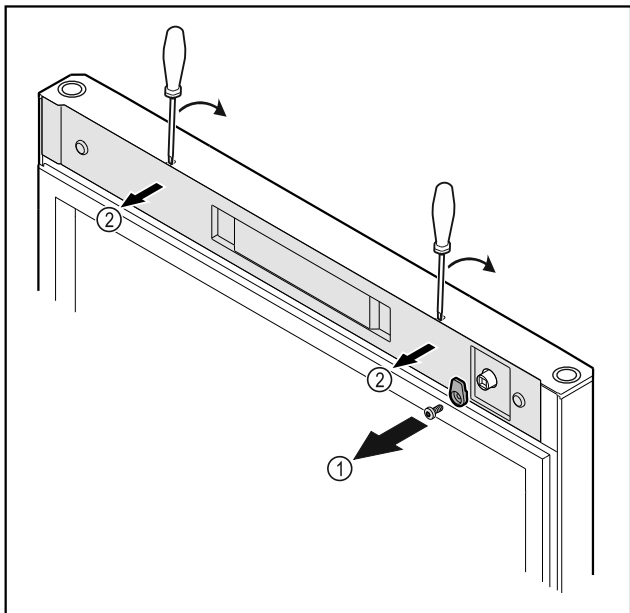

Fig. 14
- Skru låsekrogen Fig. 14 (1) af.
- Klik afdækningen Fig. 14 (2) ud med en lille skruetrækker, og tag den af.